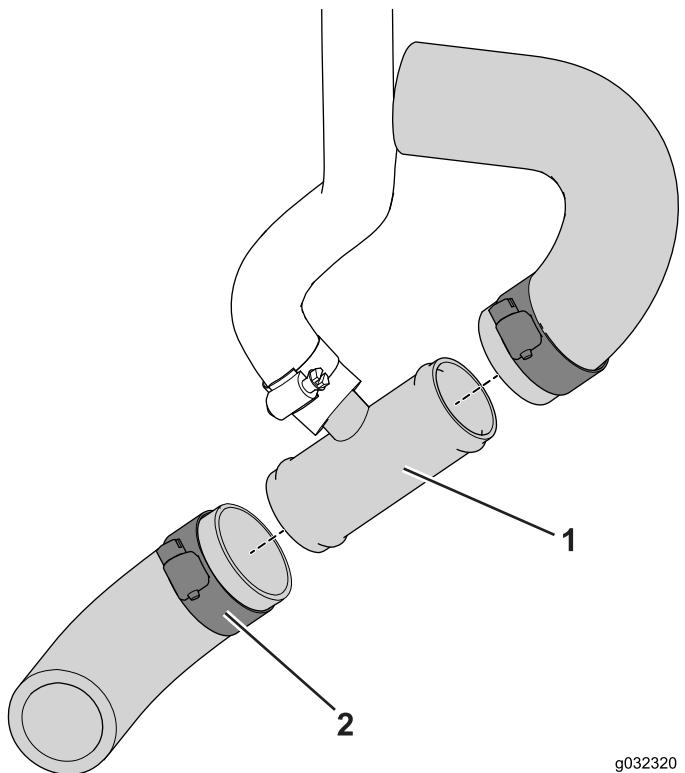

図 13
3. 図 13 のように、切り口をT字フィッティングのバー側をホースに接続し、クランプ $\frac{3}{4}'' - 1\frac{1}{2}''$ で固定する。